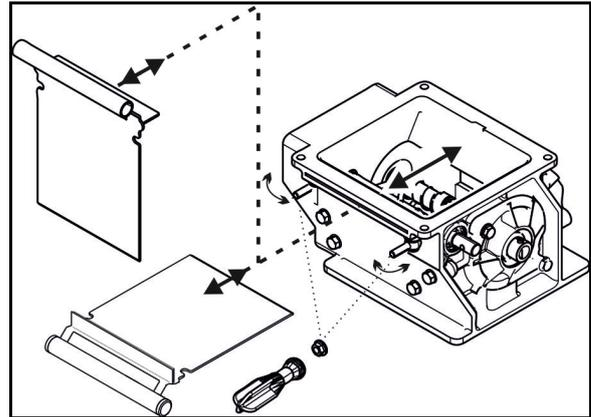

Fig. 114
2. Absperrhähne (Fig. 114/1,2) öffnen.
4. Verkehrssicherungsleisten (Fig. 114/3) abnehmen.